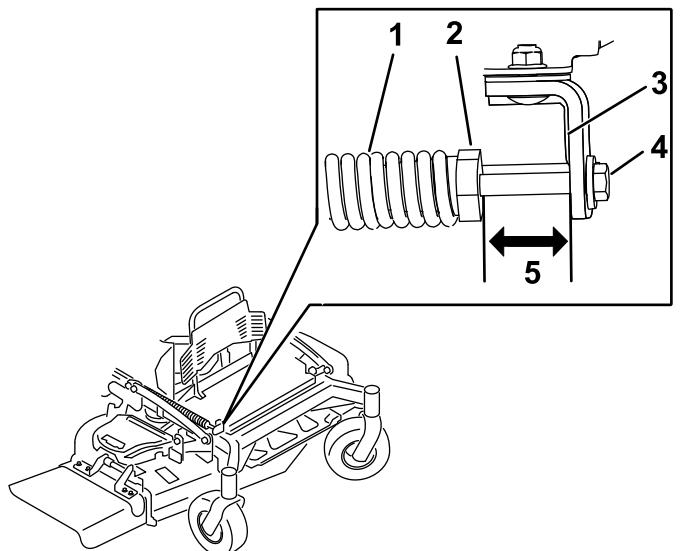

Figure 83
- Vérifiez la distance entre l'écrou de ressort et l'arrière du support soudé (Figure 83).
- La distance doit être comprise entre 64 et 89 mm (2,5 et 3,5 po), comme montré à la Figure 83.
- Au besoin, réglez la distance en ajustant le boulon sur l'avant du support (Figure 83).